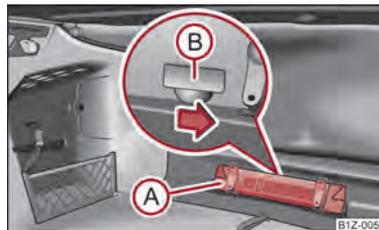

Fig. 16 Destranque de emergência da tampa do porta-bagagens
- Retire o triângulo de sinalização ⓐ ⇒ Fig. 16.
- Caregue na alavanca de accionamento na direcção da seta, para destrancar a tampa do porta-bagagens. A alavanca de accionamento encontra-se por baixo da pala (B).